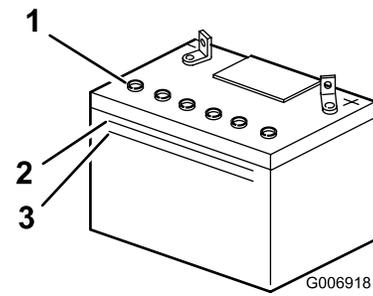

Figure 32
2. Observez le côté de la batterie. Le niveau de l'électrolyte doit atteindre le trait supérieur (Figure 32).
Remarque: Le niveau d'électrolyte ne doit pas descendre au-dessous du trait inférieur (Figure 32).
2. Enlevez les bouchons de remplissage (Figure 32).
3. Versez de l'eau distillée avec précaution dans chaque élément jusqu'à la partie inférieure du tube (Figure 32).